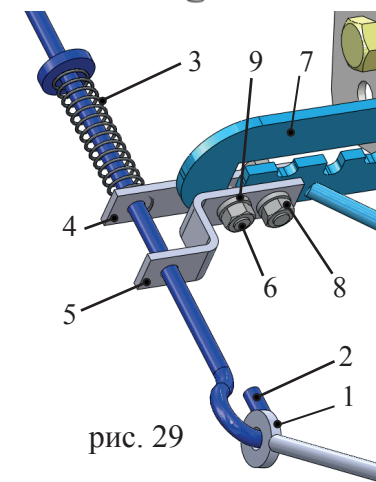

рис. 29
Надеть на ручку: пружину (3), прямой кронштейн (4)*, кронштейн (5)*. Установить кронштейны (4) и (5), с помощью двух болтов (6) на гребенку переключения скоростей (7) и закрепить гайками (8) через шайбы (9) как показано на рис. 29.
* (4) - 005.50.1909, (5) - 005.50.1908.